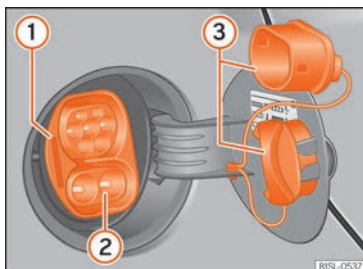

Fig. 152 Detrás de la tapa de la toma de carga de la batería: toma de carga (representación esquemática).
Legenda de la » fig. 152
- Con el vehículo desbloqueado, presione sobre la tapa de la toma de carga de la batería, situada en el panel lateral, para abrirla » **fig. 152**.
• Retire las dos caperuzas protectoras de la toma de carga » **fig. 152 ③**. Para retirar la caperuzas inferior hay que retirar primero la superior.
- Enchufe el conector de carga en la toma de carga » **fig. 152 ②**.
Durante la carga, el indicador del proceso de carga » **fig. 152 ①** palpita en verde. En el cuadro de instrumentos parpadea el testigo de control ⚡ en amarillo. No desenchufe el conector de carga.
- Encaje las caperuzas protectoras en la toma de carga » **fig. 152 ③**.